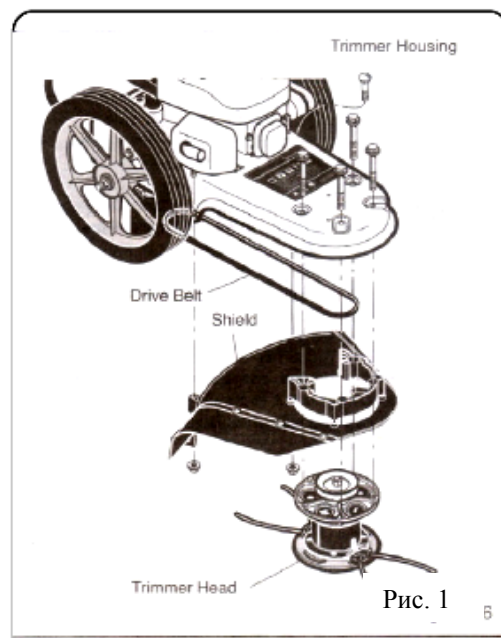

Рис. 1
1. Выкрутите два винта в задней части защитного кожуха (См. рис.1)